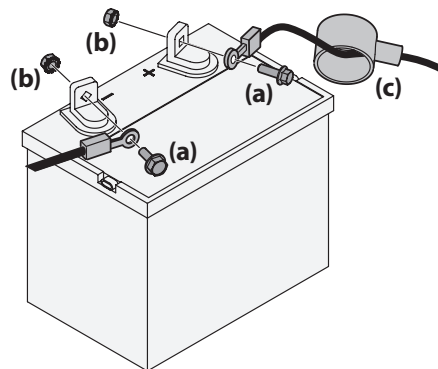

Figura 17
10. Retire la cubierta plástica, si está presente, del borne positivo de la batería. Conecte el cable rojo al borne positivo de la batería (+) utilizando el perno (a) y la tuerca hexagonal (b). Consulte la Figura 17.
11. Retire la cubierta plástica, si está presente, del borne negativo de la batería y conecte el cable negro al borne negativo de la batería (-) utilizando el perno (a) y la tuerca hexagonal (b). Consulte la Figura 17.
12. Coloque el capuchón de goma rojo (c) sobre el borne positivo (+) de la batería para protegerlo contra la corrosión. Consulte la Figura 17.